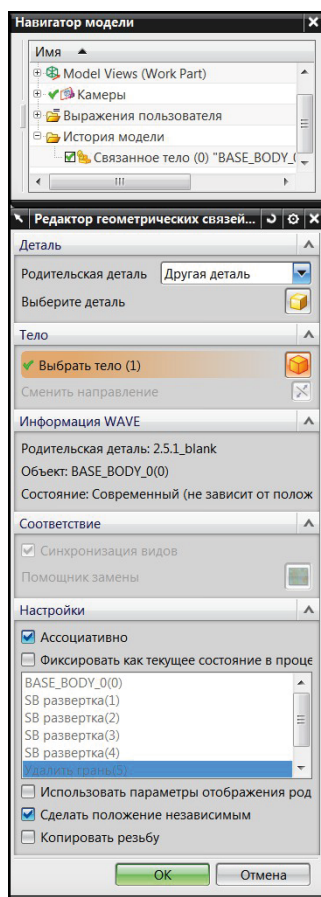

Рис. 3.26. «Навигатор модели» и окно диалога «Редактор геометрических связей»
- Откройте **Навигатор сборки**. Сделайте компонент *Stage\_1* рабочей деталью сборки. Откройте **Навигатор модели** и выделите строку *Связанное тело (0)*. Вызовите контекстное меню и щелкните по строке **Изменить с откатом**. При этом откроется окно диалога **Редактор геометрических связей** (рис. 3.26).